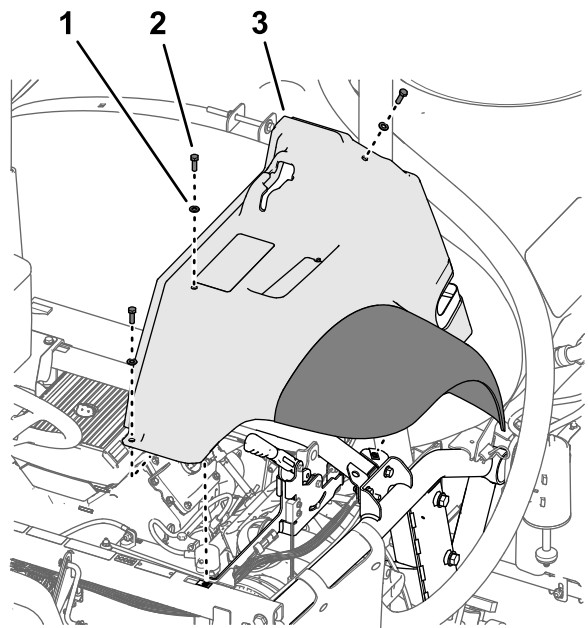

Figure 219
- Fixez légèrement l'aile sur le cadre (Figure 219) à l'aide des 3 boulons (5/16" x 1") et des